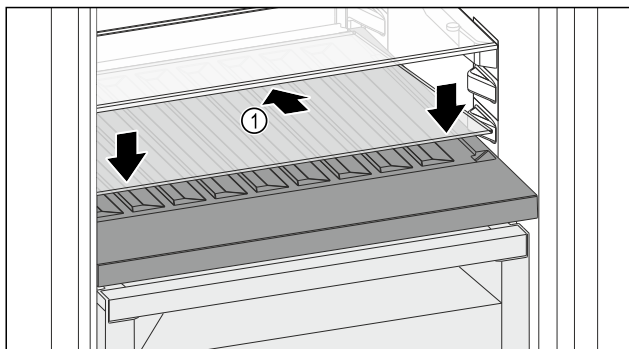

Fig. 151
- Placer la plaque de verre Fig. 151 (1) en biais et inclinée vers le bas.
- Abaisser l'avant de la plaque de verre Fig. 151 (1).